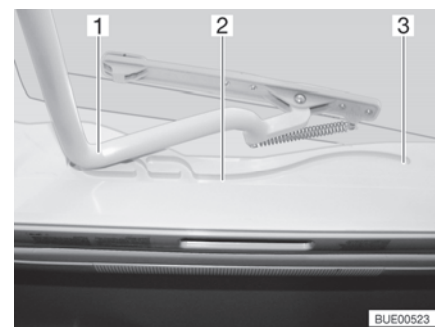

Fig. 54 Guida (oblò Heki)
- Tirare la staffa (Fig. 54,1) nelle guide (Fig. 54,2) fino alla posizione più all'indietro (Fig. 54,3).
- Spingere la staffa (Fig. 54,1) leggermente verso l'alto con ambedue le mani.
- Tirare la staffa nelle guide (Fig. 54,2) fino alla posizione desiderata.